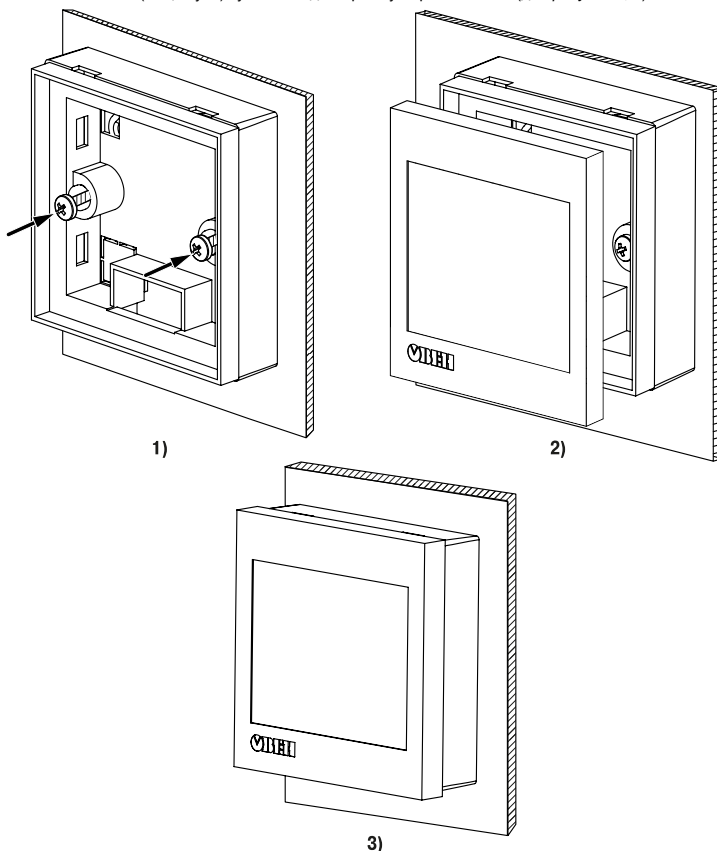

Рисунок 3 – Настінне встановлення
3. Закріпити кронштейн і задню кришку на поверхні за допомогою кріпильних елементів з комплекту постачання (див. *рисунок 3, 1*).
4. Встановити (защипнути) пульт на задню кришку з кронштейном (див. *рисунок 3, 2*).